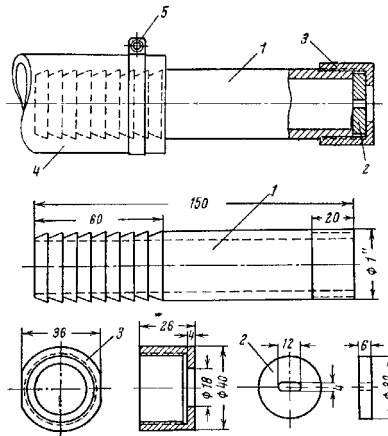
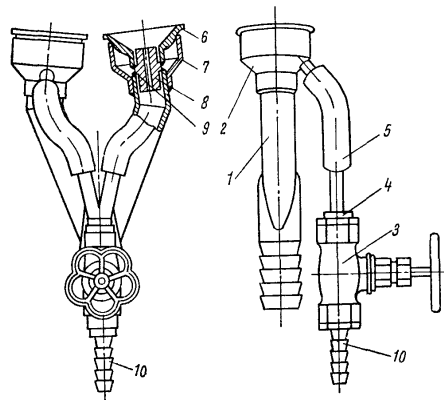

Рис.4. Соплодержатель для пескоструйных работ:
Рис.5. Сопло с приспособлением для гидropескоструйной очистки:
6. При пескоструйной очистке фасадов применять сопло, изображенное на рис.4. Сопло для гидropескоструйной очистки показано на рис.5. Наконечники для сопла использовать сменные. Для подачи песка из пескоструйного аппарата в сопло применять резиново-тканевые шланги с внутренним диаметром 32 мм и длиной до 50 м.